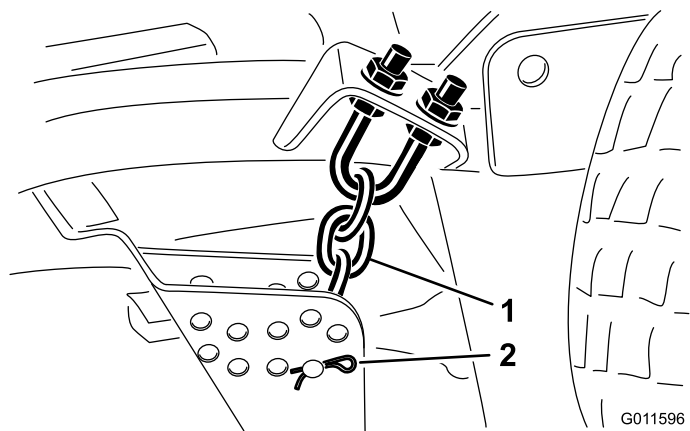

Figura 24
9. Togliete la coppiglia e il perno con testa che fissano le catene dell'altezza di taglio sul retro del piatto di taglio (Figura 24).